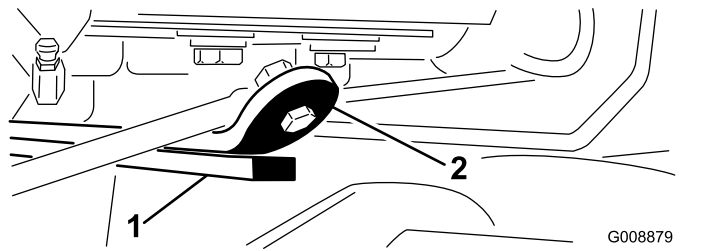

Figura 14
3. Arranque el motor, eleve las unidades de corte y compruebe que la holgura entre la pletina que está encima de la barra de desgaste de la unidad de corte trasera y la pletina de amortiguación es de 0,51 a 2,54 mm (Figura 14).